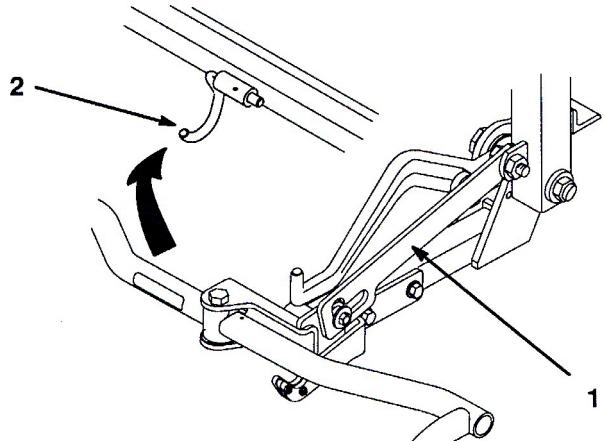

図 17
- C. リンクのスロット部を持ち上げてプル・フレームをワイヤ・フックに引っかける(図17)。